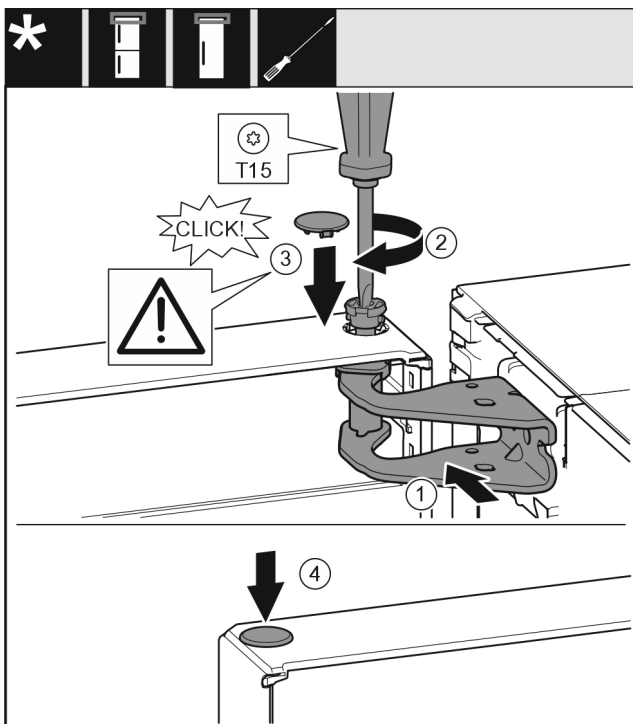

Fig. 21
- ▶ Выровняйте дверь вверху по отверстию в опорном кронштейне Fig. 21 (1).
- ▶ Вставьте палец Fig. 21 (2) и затяните отверткой.
- ▶ Установите крышку Fig. 21 (3).
- ▶ Проследите за тем, чтобы крышка Fig. 21 (3) прилегала к дверям.
- ▶ Установите крышку Fig. 21 (4).